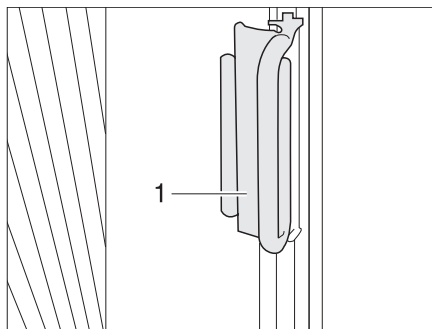

Fig. 26 Bloqueo de los estores plegables para la ventana del conductor/acompañante
- Empujar los estores plegables para la ventana del conductor y del acompañante con el tirador (Fig. 26,1) sobre la pieza sobrepuesta. El estor plegable queda asegurado.